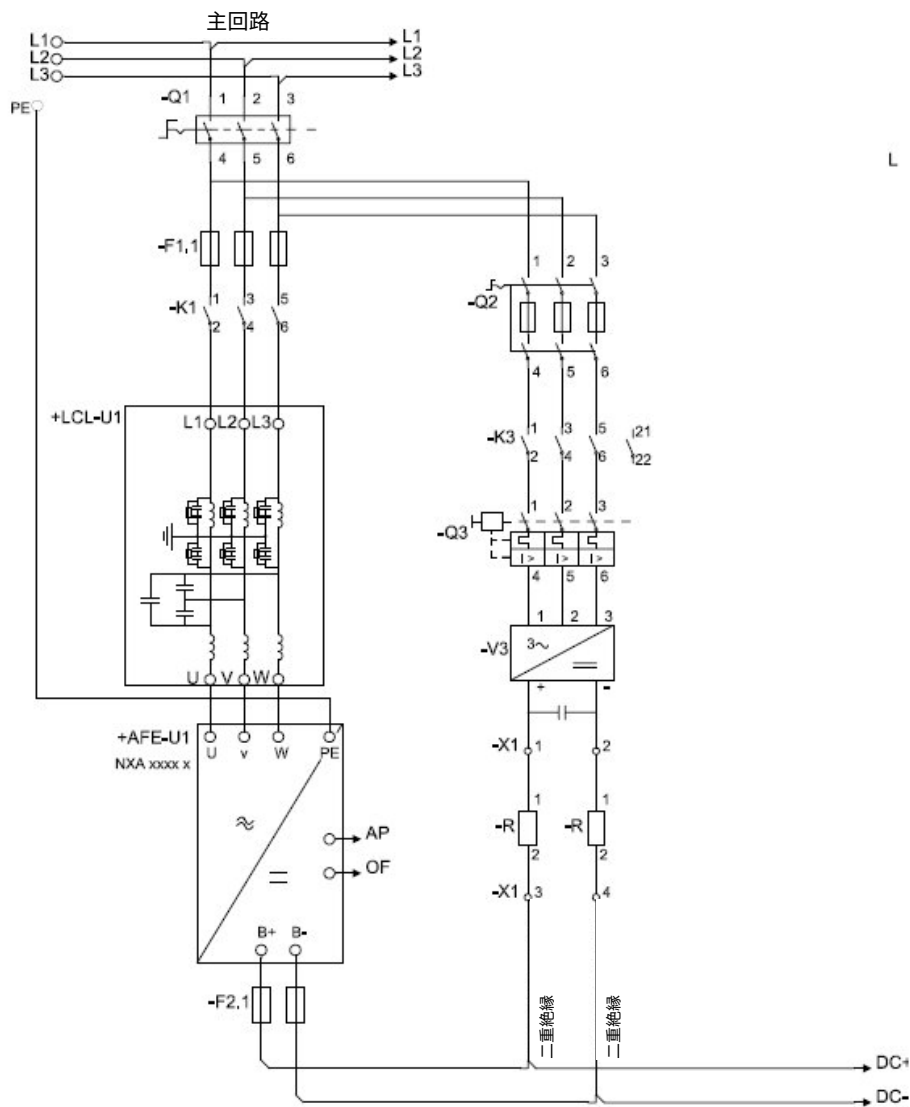

図 5。 接続
グリッドコンバーターは、特別なソフトウェアと AFE ハードウェアによって使用します。外部 LC (L) フィルターと充電回路が必要です。このユニットは、低高調波が必要な場合に選択します。AFE ドライブの原則的な接続については、図 5. で説明しています。
1. 図 5。に従ってユニットを接続します。